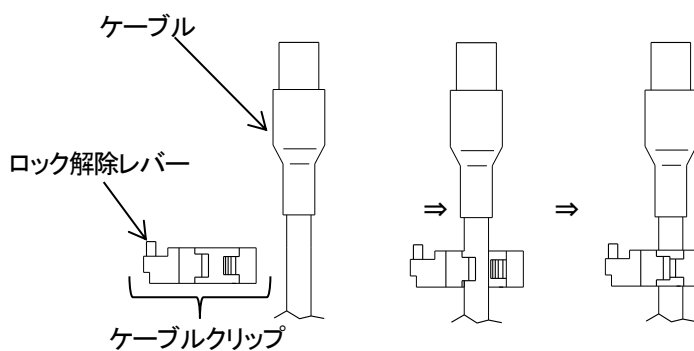

図4-2
- (2) ケーブルに、付属のケーブルクリップを装着します。(図4-2)
- (3) ケーブル抜け止めをケーブルクリップに通し、ケーブルをHCK-30本体に接続します。